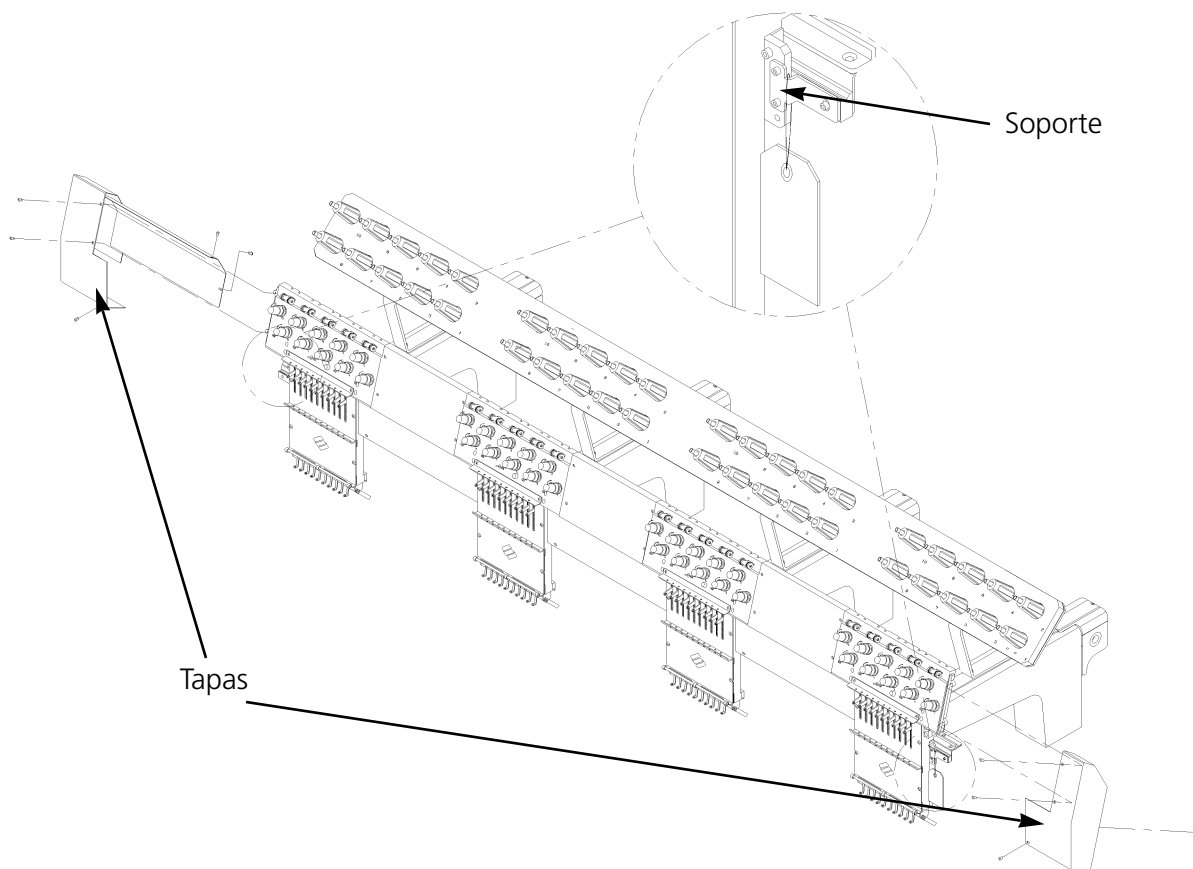

Figura 1-10
1. Retire los dos soportes (se coloca una marca de precaución a cada cual). Consulte la figura 1-10.
3. Instale las tapas de los extremos izquierdo y derecho, como se ilustra en la figura 1-10. Los tornillos para las tapas se instalan en la máquina.